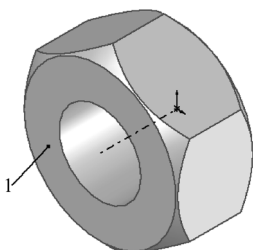

图 5-117 拉伸切除后的图形
5) 设置视图方向。单击“标准视图”工具栏中的 (等轴测) 按钮，将视图以等轴测方向显示，结果如图 5-117 所示。
6) 设置基准面。单击图 5-117 中所示表面 1，然后单击“标准视图”工具栏中的 (正视于) 按钮，将该表面作为绘制图形的基准面。